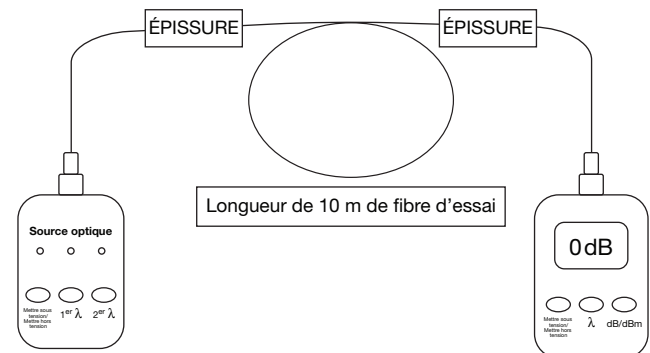

Figure 2
8. Mettre le wattmètre au zéro. Voir Figure 2.